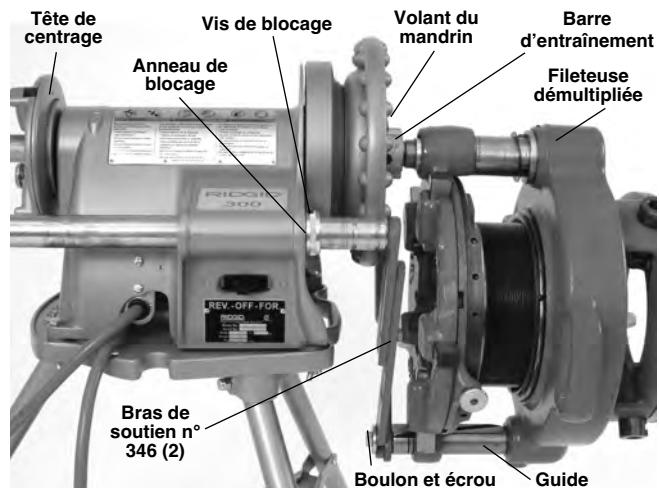

Figure 14 – Fileteuse démultipliée modèle 141 en montage direct sur système d’entraînement
**Modèle 161** – Retirez la vis de blocage (bouchon) du guide de la fileteuse. Introduisez les bras de soutien n° 346 dans l’extrémité des barres de soutien du système d’entraînement. Déployez les barres de soutien du système d’entraînement jusqu’à aligner l’extrémité opposée des bras de soutien 346 avec l’extrémité du guide de la fileteuse démultipliée 161, puis arrimez-les à l’aide du boulon et écrou. Serrez les anneaux de blocage des barres de soutien du système d’entraînement pour maintenir leur position (*Figure 14*).